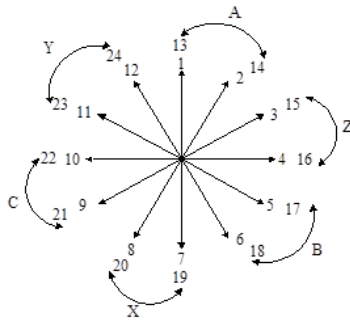

Рисунок 21. Звезда пазовых ЭДС
- 3) Строим звезду пазовых ЭДС (рис.21)
5) Строим звезду пазовых ЭДС (рис.21)